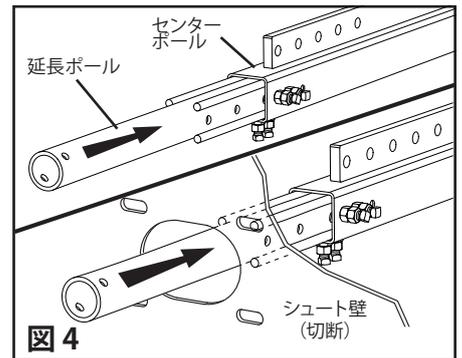

図 4
ブレードは隙間がなくなるまで張力をかけます。(図4)
4. 延長ポールをセンターポールに取付けます。延長ポールをシュートの穴からセンターポールに差し込みます。(図4) ロックボルトは緩めたままにします。